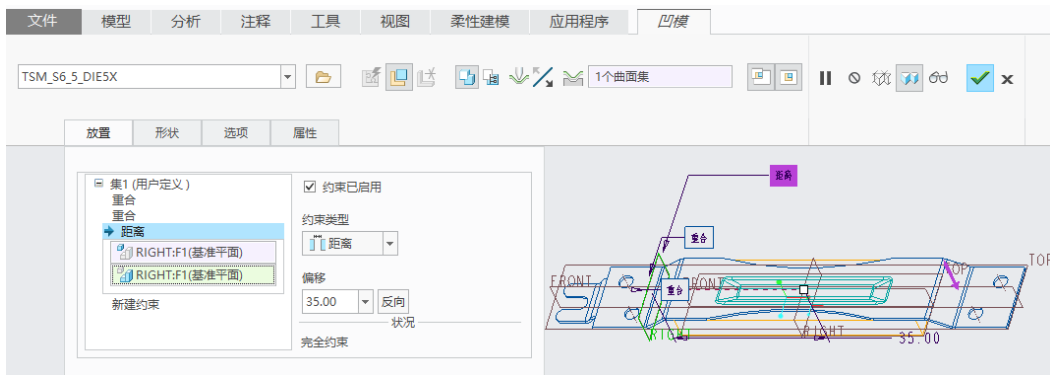

图 6-178 指定第3组约束
(5) 在“放置”面板中单击“新建约束”以新建一个约束, 从“约束类型”下拉列表框中选择“重合”选项, 在参考模型中选择 FRONT 基准平面, 在卡片钣金件中选择 FRONT 基准平面。
(6) 在“放置”面板中再次单击“新建约束”以新建一个约束, 从“约束类型”下拉列表框中选择“距离”选项, 在参考模型中选择 RIGHT 基准平面, 在卡片钣金件中选择 RIGHT 基准平面, 在“偏移”框中输入指定方向的偏移距离值为“35”, 如图 6-178 所示。